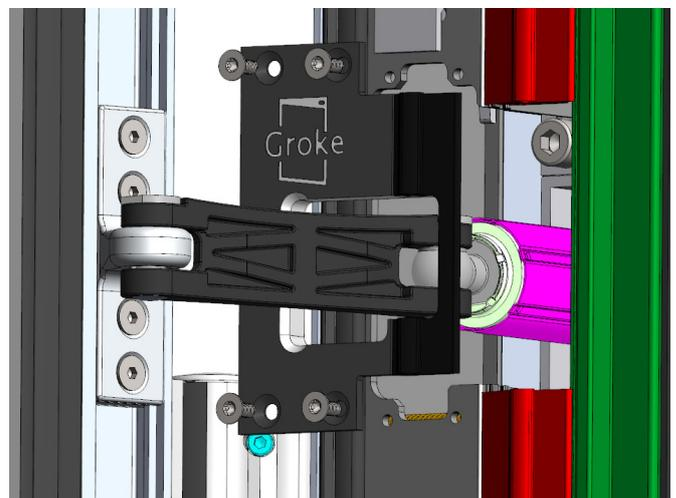

Bild 1: Befestigungsschrauben des Haltewinkels (4 Stück Innensechskant SW 4 mm; Anzugsmoment: 3 Nm)
- Parallelität und Mittigkeit der Koppelstange prüfen, ggf. nachjustieren. Die Koppelstange ist waagrecht zu positionieren, indem die Schrauben am Haltewinkel leicht gelöst werden und der Haltewinkel so verschoben wird, dass die Koppelstange in waagrechter Lage ist. Anschließend sind die Schrauben wieder mit 3 Nm anzuziehen (s. Bild 1).